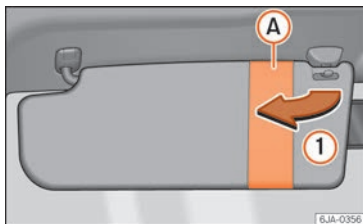
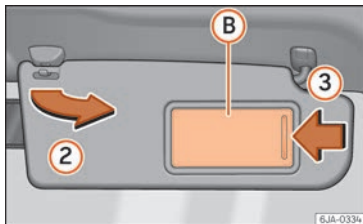

Fig. 138 Parasol del conductor.
Fig. 139 Parasol del acompañante.
Los parasoles del conductor y del acompañante pueden extraerse de sus soportes centrales y girarse hacia las puertas en el sentido de la flecha ① » fig. 138 y ② » fig. 139 respectivamente.
El parasol del acompañante viene provisto de espejo de cortesía (B) con tapa. La tapa se abre deslizando en el sentido de la flecha ③ » fig. 139.